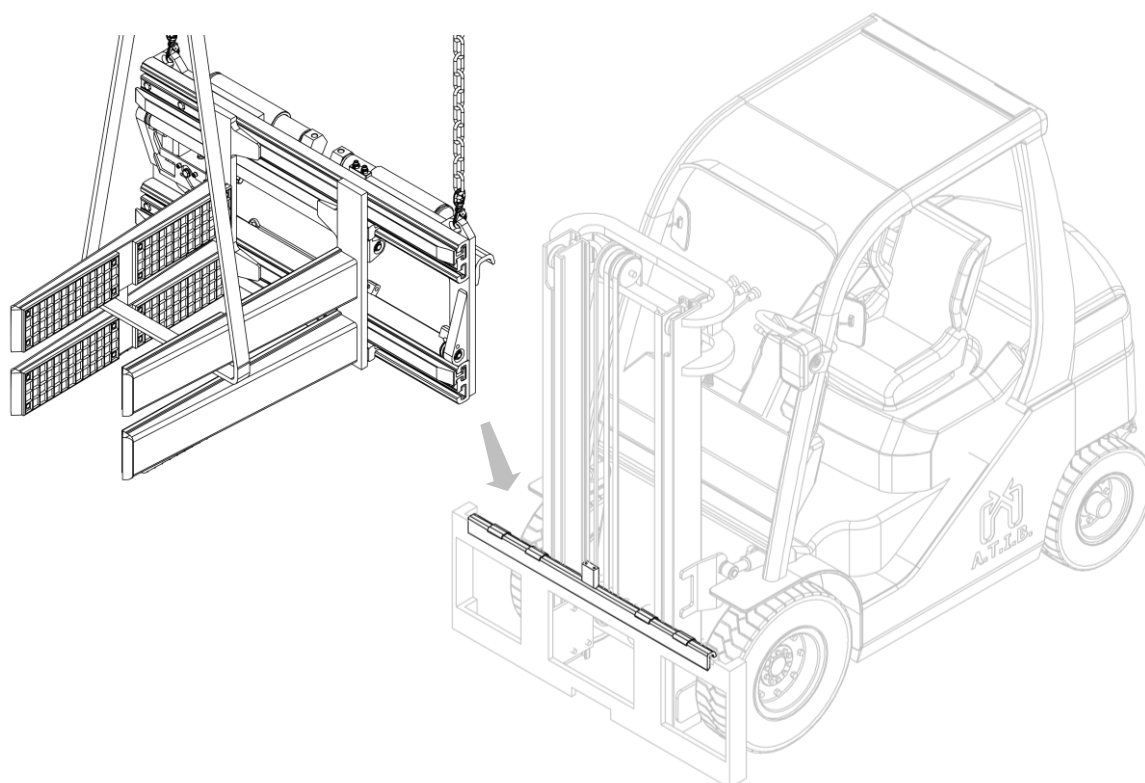

Figura 7
7. Agganciare quindi l'attrezzatura con un carropono o un paranco di portata sufficiente posizionarla sul doppio gancio, avendo cura di posizionarla in modo corretto (vedi *Figura 7*).